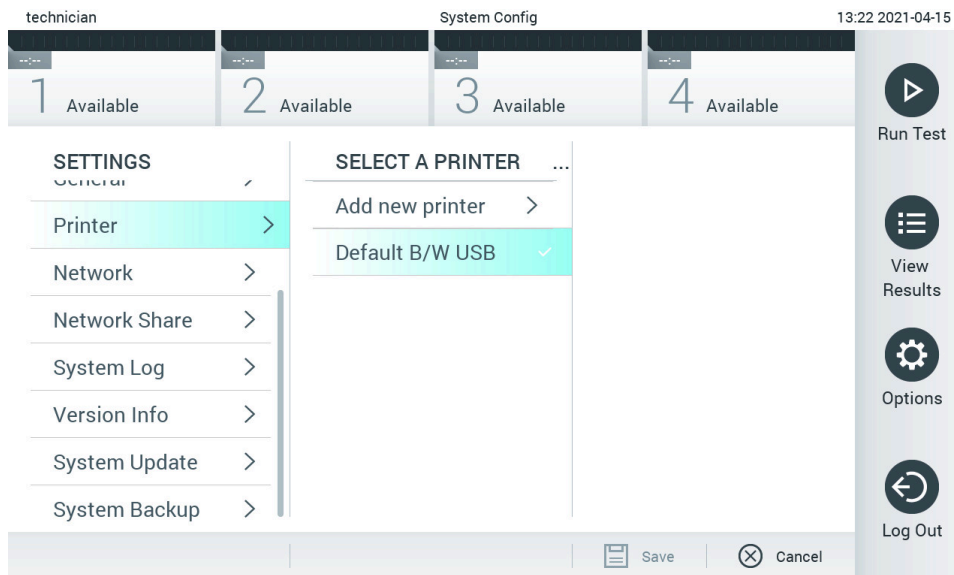

Figura 74. Selectarea unei imprimante a sistemului.
3. Selectați o imprimantă din lista de imprimante disponibile (Figura 74).